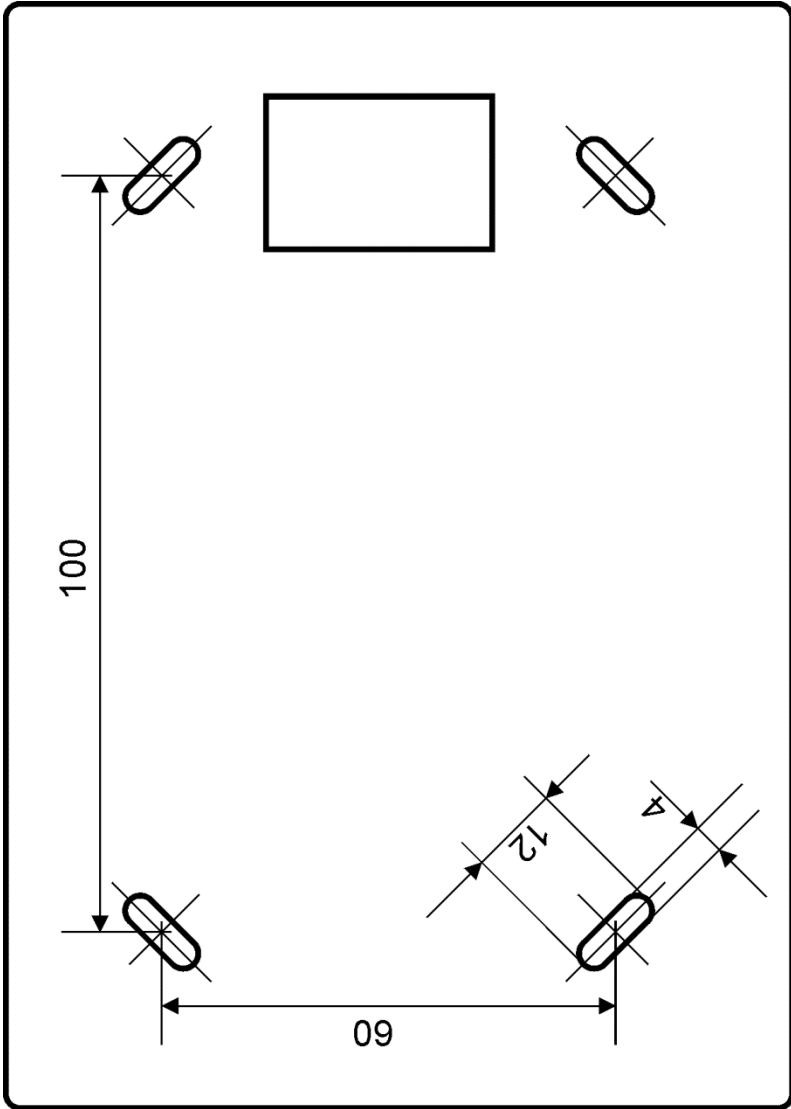

Рисунок 5. Шаблон для монтажа клавиатуры «С2000-К»
3.1 Убедитесь, что стена, на которую устанавливается клавиатура, прочная, ровная, чистая и сухая. Приложите к стене шаблон для монтажа (рис. 5). Просверлите 3 отверстия (два верхних и одно из нижних – на выбор).